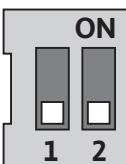

Fig. 28: DIP-switch
DIP-switchene (Fig. 9, pos. 6/Fig. 28) befinder sig under husdækslet.